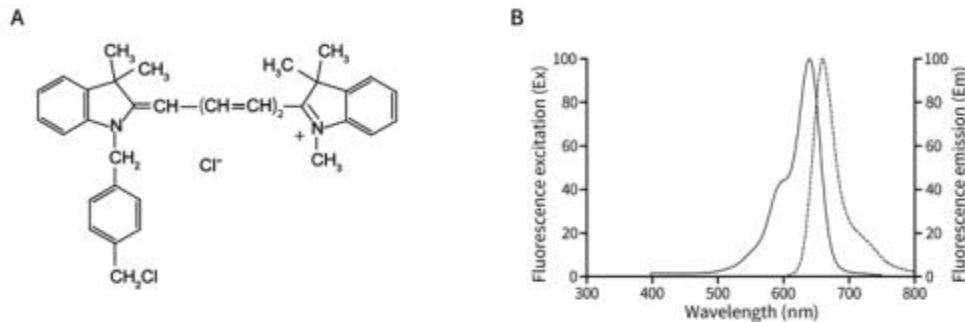

图1. Mito-Tracker Deep Red FM的化学结构式(A)及激发光谱和发射光谱(B)。
- Mito-Tracker Deep Red FM分子式为 $C_{34}H_{36}Cl_2N_2$ ，分子量为543.58，Mito-Tracker Deep Red FM为远红外荧光探针，最大激发波长为644nm，最大发射波长为665nm。Mito-Tracker Deep Red FM的化学结构式以及激发光谱和发射光谱参考图1。